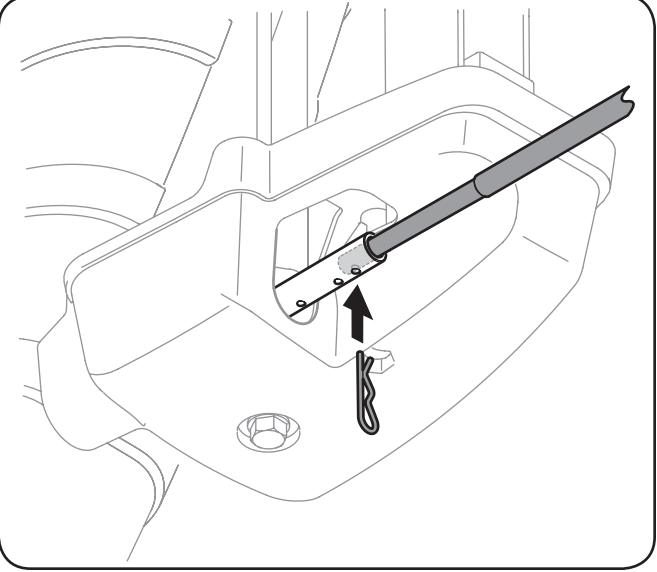

Figure 6-6
2. Sortez la tige de commande de la goulotte jusqu'à ce que le trou soit aligné avec le trou le plus éloigné de la goulotte sur le dispositif de commande. Voir la Fig. 6-6.
3. Réinsérez la goupille fendue par ce trou et la tige de commande de la goulotte. Voir la Fig. 6-6.